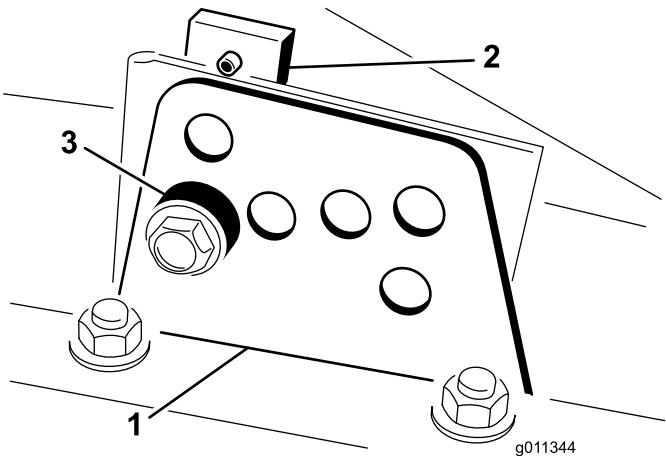

Bild 18
2. Lockern Sie die Schraube, mit denen die Schnithöhenhalterungen an der Schnithöhenplatte (vorne und an beiden Seiten) befestigt sind (**Bild 18**).